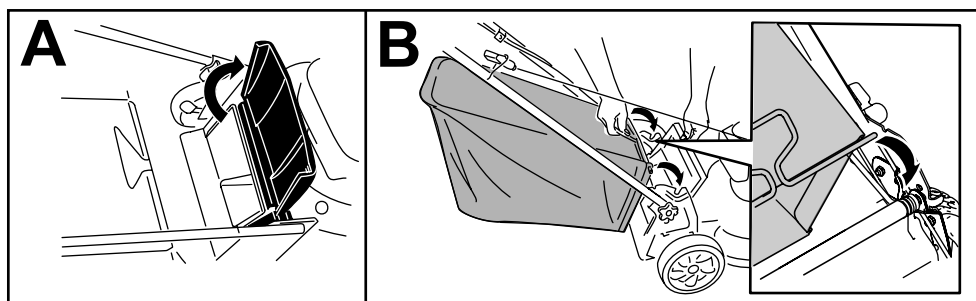

Рисунок 16
1. Поднимите и удерживайте в поднятом положении задний дефлектор (вид А на Рисунок 16).
2. Установите травосборник и убедитесь в том, что стержни травосборника вошли в пазы на рукоятке (вид В на Рисунок 16).